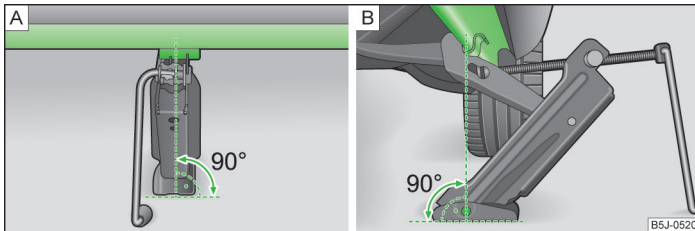

Abb. 145 Wagenheber ansetzen
- Den Wagenheber so ansetzen, dass die Klaue den Steg » Abb. 145 - B unter der Einprägung in der Seitenfläche des Unterholms umfasst.
- Sicherstellen, dass die Grundplatte des Wagenhebers mit ihrer gesamten Fläche auf einem geraden Untergrund steht und sich in senkrechter Position » Abb. 145 zur Stelle, an der die Klaue den Steg umfasst, befindet.